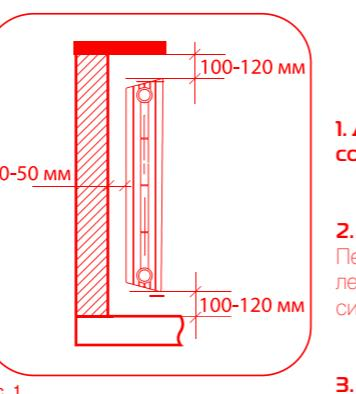

рис. 1
1. Для эффективной работы радиатора необходимо соблюдать монтажные схемы, указанные на рис. 1.